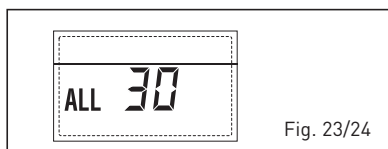

Fig. 23/24
**- ANOMALÍA Sonda IMPULSIÓN CASCA-DA "ALL 31" (fig. 23/25)**